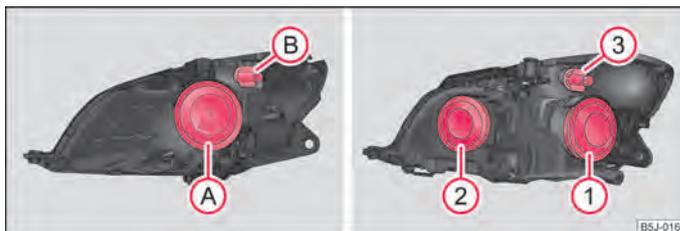

Fig. 152 Posición de montaje de las bombillas: Faros halógenos/faros proyectores halógenos
Posiciones para las bombillas en los faros halógenos ⇒ fig. 152 lado izquierdo y en los faros proyectores halógenos ⇒ fig. 152 lado derecho.
- Quitar la caperuza protectora (A) ⇒ fig. 152.
- Quitar la caperuza protectora (1) ⇒ fig. 152 lado derecho.
- Retire el capuchón protector (2) ⇒ fig. 152 (derecha).
- Gire el portalámparas (B) ⇒ fig. 152, o bien el portalámparas (3) hacia la izquierda y retírelo junto con la bombilla del intermitente.
- Retire el capuchón protector (A), o bien (2) ⇒ fig. 152.